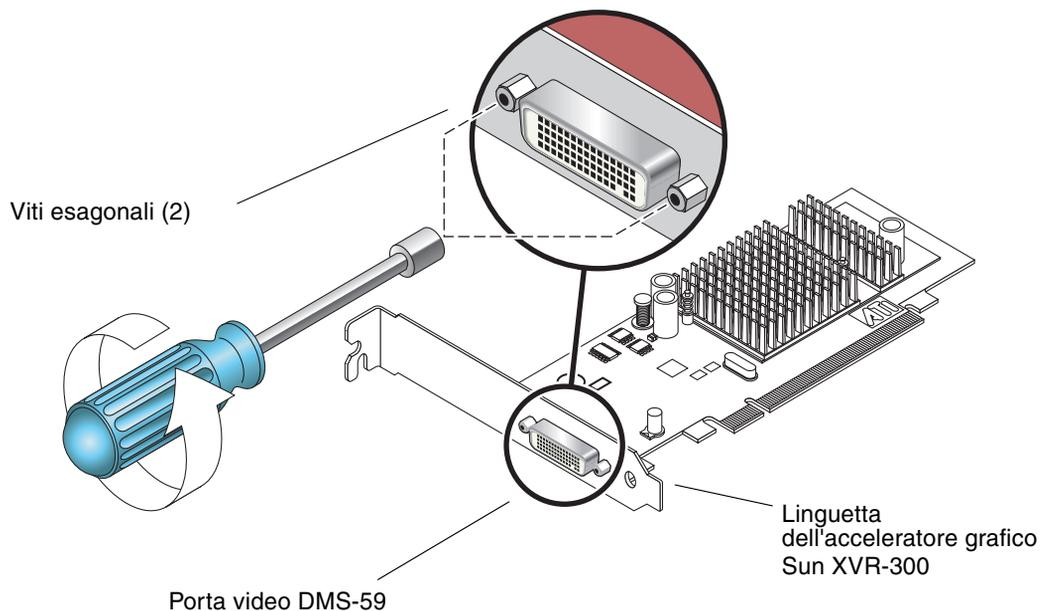

FIGURA 2-1 Sostituzione della linguetta
1. **Rimuovere le due viti esagonali che fissano la linguetta di montaggio alla scheda (FIGURA 2-1).**